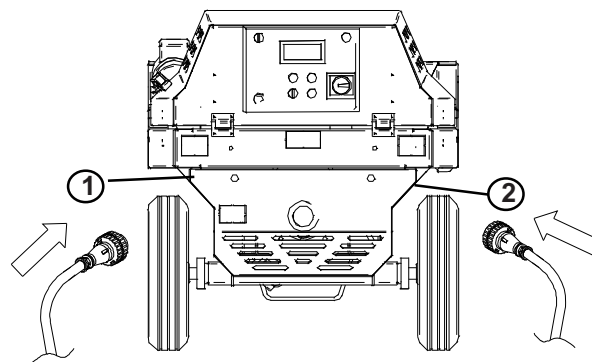

FIG.6
Funzionamento: dopo aver piazzato e collegato la macchina e prima di versare il materiale in tramoggia, posizionare l'interruttore nella posizione 1 (fig 6,7,rif1), il vibratore si avvia. Versare il materiale, al termine dell'operazione riportare l'interruttore nella posizione OFF, rimuovere i residui rimasti nel setaccio.
10.1 ALLACCIAMENTO ELETTRICO (vedi fig.6)
Collegare l'alimentazione alla spina dell'intonacatrice (fig. 6, rif1).
Nel caso sia presente la mescolatrice optionale collegarla alla presa dell'intonacatrice (fig6, rif.2)